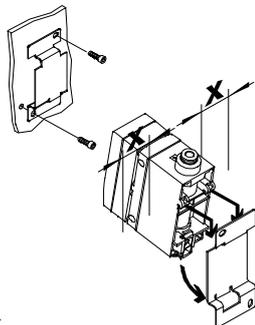

Fig. 4
3. Premere l'SFAB in direzione della freccia finché il cursore di fissaggio non si innesta in posizione → Fig. 4.